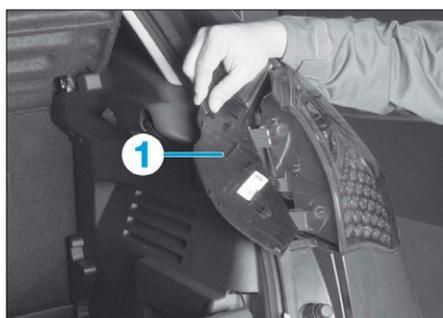

FIG. 83
- Dégrafer et déposer le cache (1) (Fig.83).